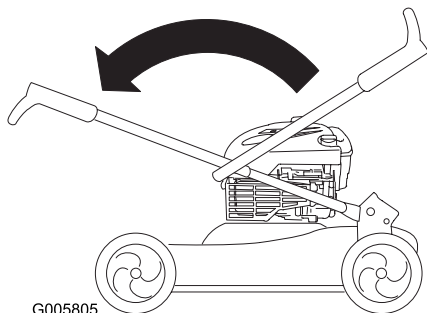

Figura 3
1. Mueva con cuidado la sección superior del manillar hacia adelante hasta que las dos mitades del mismo estén alineadas y encajen como muestra la ilustración (Figura 3).